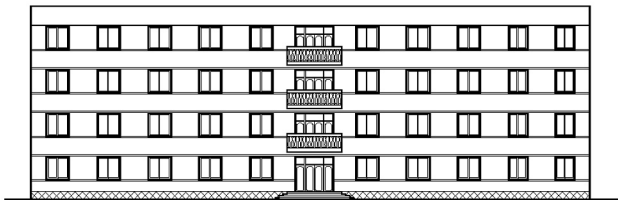

图 4.76 用【用户定义】图案填充填充散水
③ 设定【角度】为“45”，【间距】为“400”。
④ 单击【拾取点】按钮, 关闭对话框, 在拾取内部点或[选择对象(S)/删除边界(B)]:提示下, 分别在台阶两侧要填充的区域内部单击, 选择填充区域。
⑤ 按 Enter 键返回【图案填充和渐变色】对话框, 单击【确定】按钮关闭对话框, 结果如图 4.76 所示。